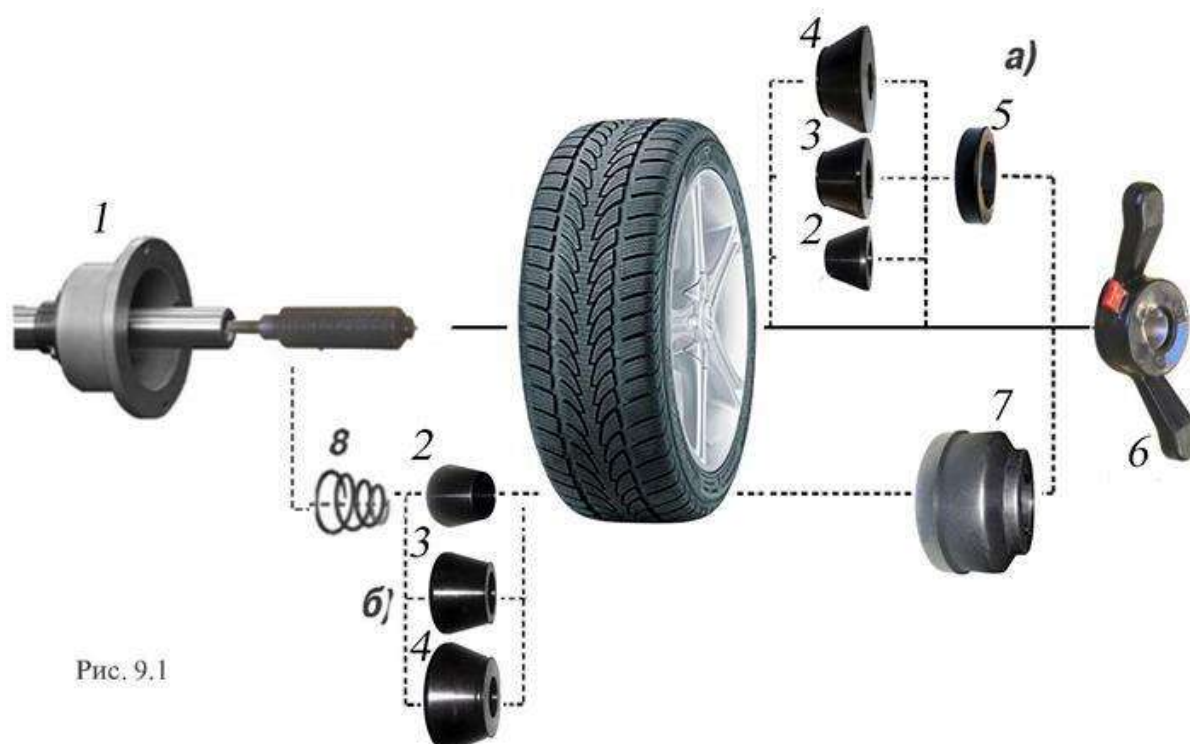

Рис. 9.1
9.2. Колеса легковых автомобилей и легких грузовиков типа "Газель" (опция) закрепляются на валу СБ за центральное отверстие диска с помощью конусов и гайки. В зависимости от конфигурации диска конус может быть установлен как с внешней стороны диска (вариант "а"), так и с внутренней (вариант "б") (см. рис. 9.1).